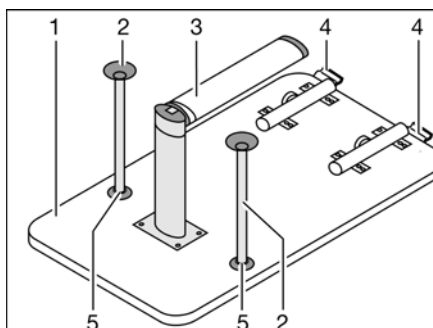

Bild 92 Sängbotten
- Lyft upp bordsskivan (Bild 92,1) ca 45° fram till.
- Fäll upp den nedre delen av det ledade stödbenet (Bild 92,3) 90°. Dra då, beroende på modell den nedre delen av det ledade stödbenet nedåt eller tryck på låsknappen.
- Tryck på låsknappen på låset (Bild 92,4).
- Sätt, beroende på modell, in de två extra stödbenen (Bild 92,2) i fästena (Bild 92,5) på bordsskivans undersida.